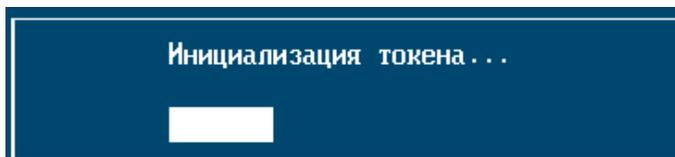

Рисунок 78 – Инициализация токена
- далее запустится процесс инициализации токена (см. рисунок 78),